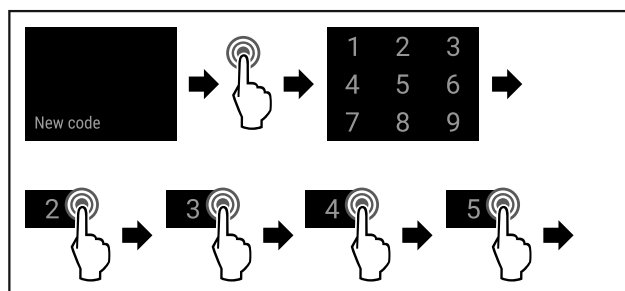

Fig. 82
- ▶ Suivre les étapes (voir Fig. 82) .
- ▶ Suivre les étapes (voir Fig. 82).